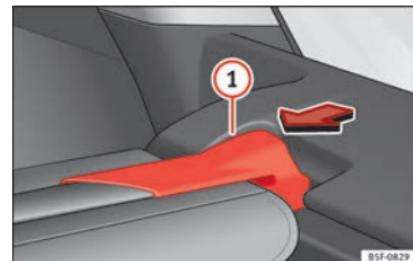

Fig. 166 Dans le coffre à bagages : démonter la plage arrière.
- Appuyez sur le support de la plage arrière »» fig. 166 **1** dans le sens de la flèche.
- Insérez le support de la plage arrière »» fig. 166 ① dans le logement droit.
- Vérifiez si le support »» fig. 166 ① est correctement enclenché.